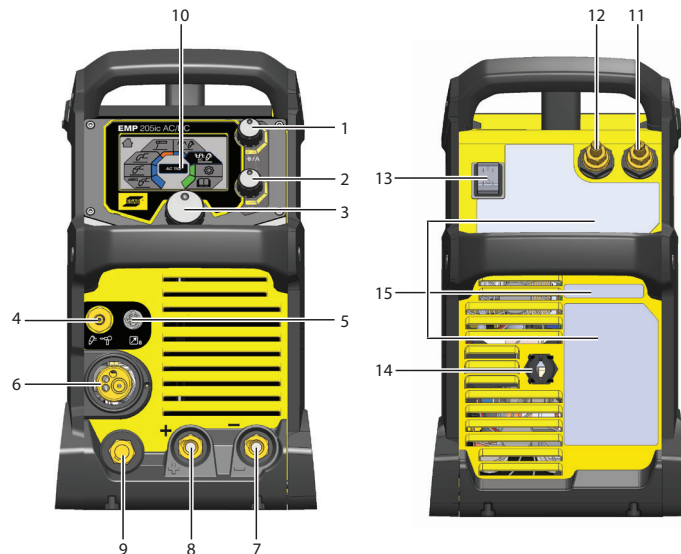

Figure 1. Vues avant et arrière : Modèle EMP 205ic AC/DC
La source d'alimentation dispose de deux sorties pour connecter les câbles de soudage et de retour : un BORNE négatif [-] et un BORNE positif [+] (8) (voir Figure 1).
Pour le Processus TIG, connectez le câble d'alimentation du chalumeau TIG à la borne négative [-]. Voir l'illustration. Connectez le raccord d'admission de gaz sur le chalumeau TIG au connecteur de sortie du gaz (4) situé à l'avant de la source d'énergie. Connectez le raccord rapide d'admission de gaz (12), sur le panneau arrière, à une alimentation du gaz protecteur. Raccordez le conducteur de retour de travail à la borne positive [+] du retour de câble (9). Raccordez le connecteur du chalumeau à la borne négative [-] (7) (Voir Figure 1).